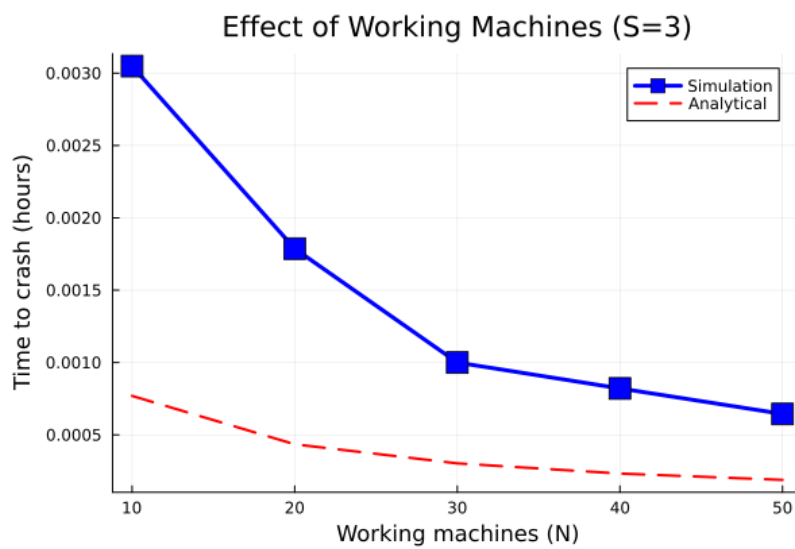

Рисунок 4.11: Эффективность количества машин
- эффективность количества работающих машин (прогон для разного количества машин)(рис. 4.11);